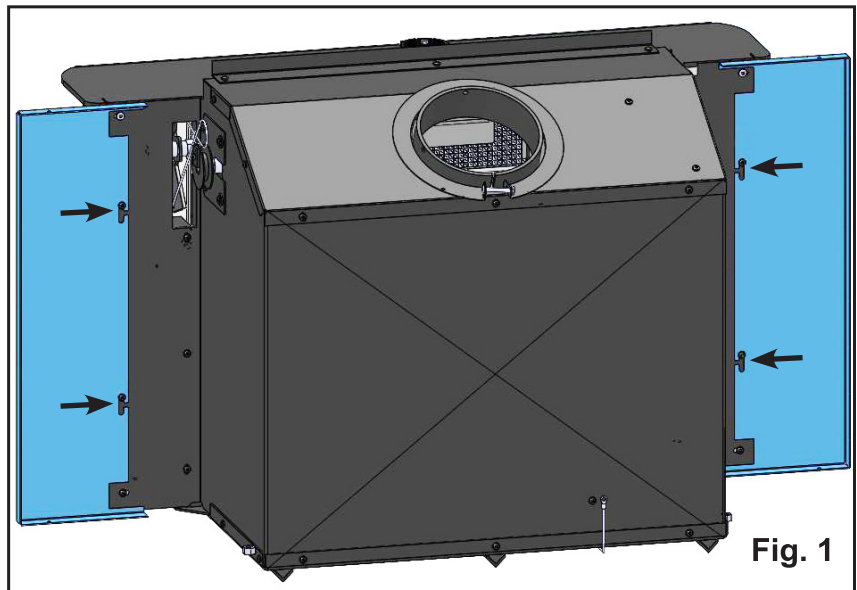

Fig. 1
3. Installez les panneaux latéraux gauche et droit du carénage sur l'appareil en les faisant glisser vers l'intérieur sur les vis saillantes x4 à l'arrière de la chambre de combustion, puis faites glisser les panneaux vers le bas dans l'encoche du trou de serrure (**Fig. 1**). Une fois que les panneaux latéraux sont dans la bonne position, serrez complètement les vis x4.